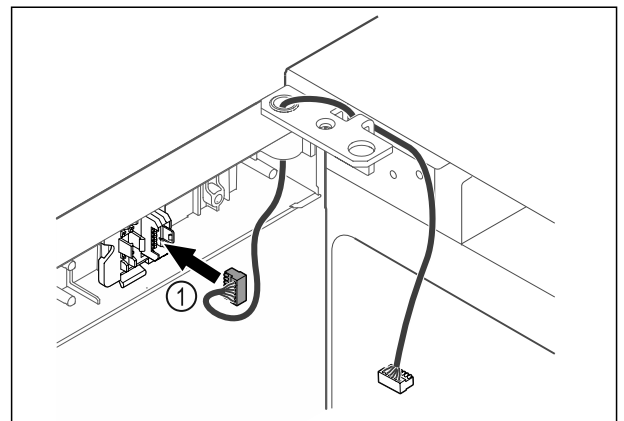

Fig. 64
- ▶ Inserire il connettore Fig. 64 (1) nel supporto connettori.